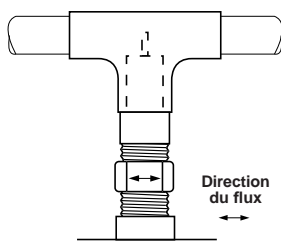
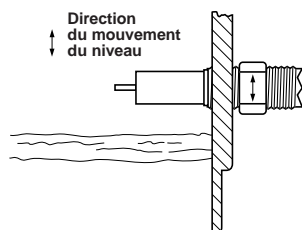

Figure 3a (débit)
Figure 3b (niveau)
3. Vérifier que le capteur est correctement orienté par rapport au débit (**Figure 3a**) ou au niveau (**Figure 3b**).